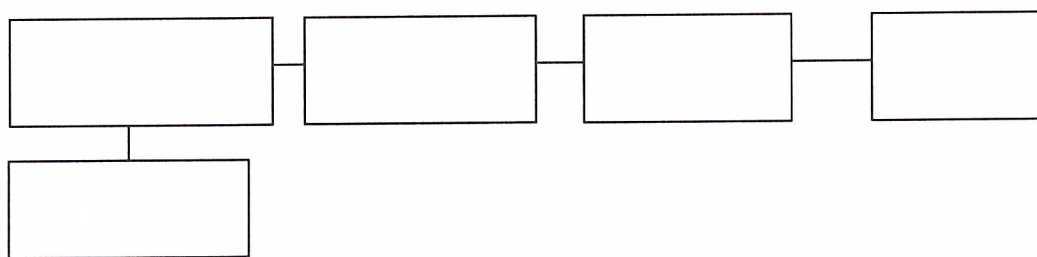

Рис. 2
- собрать схему в соответствии с рис. 2;
- собрать схему в соответствии с рис. 2.